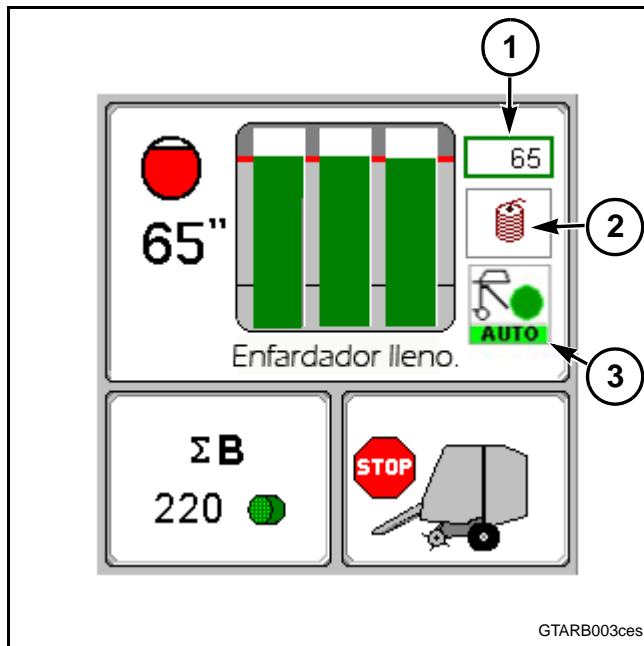

FIG. 13
FIG. 13: El tamaño del fardo (1), el inicio automático, el tipo de envoltura (2) y la descarga automática (3) se configuran desde la pantalla de trabajo principal.